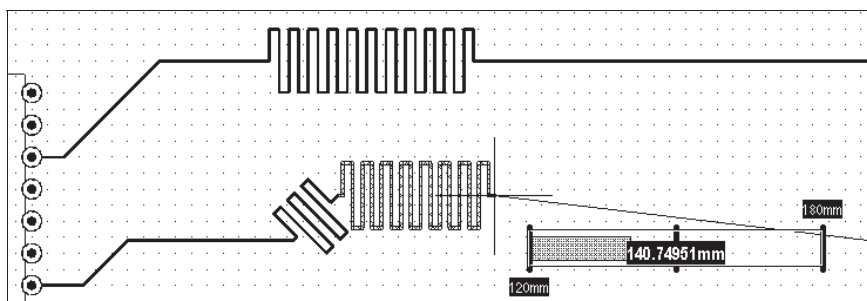

Рис. 6.25. Подстройка длины печатного проводника
1. В процессе прокладки трассы, перед фиксацией очередного сегмента включить функцию подстройки комбинацией клавиш <Shift>+<A>. Если к этому моменту длина проложенного участка трассы не превосходит среднеарифметического значения между указанными в правилах минимальной и максимальной длиной трассы, программа строит очередной сегмент в виде коленчатой линии, дополняя длину проложенной части трассы до этого среднеарифметического значения. В терминологии Altium Designer такая конфигурация печатного проводника названа **Accordion sections** (рис. 6.25).